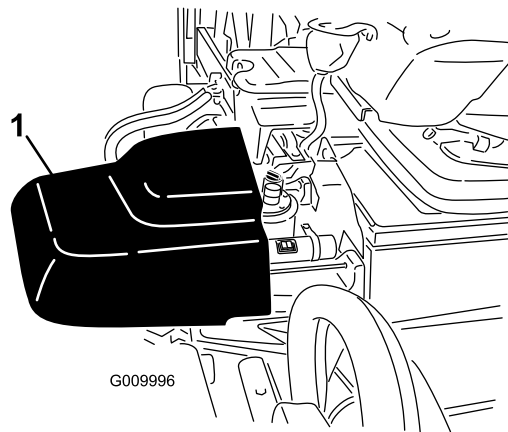

図 16
2. Pull up slightly on the outside edges of the tank cover and slide out the hydraulic tank shroud to expose the hydraulic tank filler neck and cap (タンクのカバーの外側の端をかるく持ち上げて引き出すと油圧タンクのシュラウドの下から補給管とキャップが現れる (図 16)。